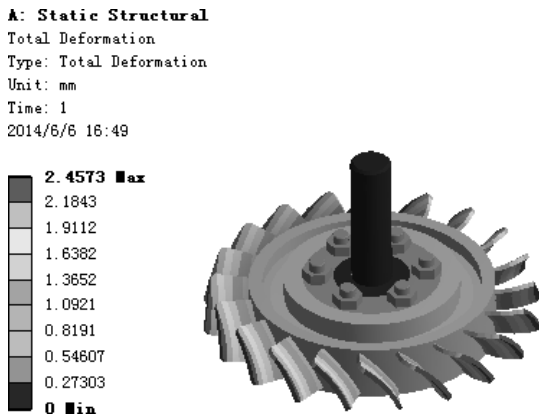

图 7.6.13 位移变形结果图解
(3) 查看位移结果图解。在“Outline”窗口中选中  **Total Deformation**，查看图 7.6.13 所示的位移变形结果，最大位移为 2.4573mm。